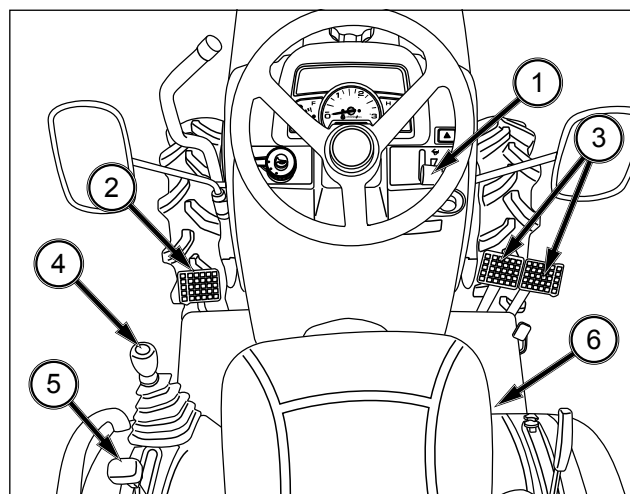

FIG. 55
FIG. 55 : Pour arrêter le tracteur, déplacez le levier d'accélérateur (1) vers l'arrière pour réduire le régime moteur et la vitesse de déplacement. Enfoncez la pédale d'embrayage (2) et la pédale de frein (3) pour arrêter. Mettez le levier de changement de vitesse principal (4) et le levier de changement de gamme (5) au point mort. Verrouillez le levier du frein de stationnement (6).